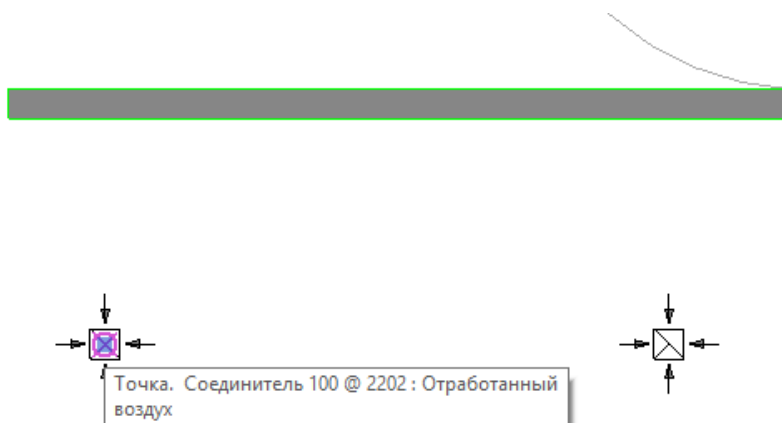

Рисунок 5.13. Присоединение воздуховода к соединителю
6.2. В меню «Свойства» выбрать тип воздуховода (в данном случае круглый), установить диаметр воздуховода и далее направить курсор на центр решетки (рисунок 5.13).